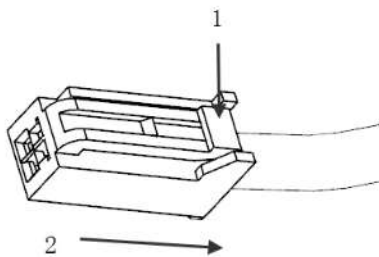

图8-1-8 防盗警示灯等接插件拆卸示意图
a. 拆卸防盗警示灯、座椅记忆开关、门灯、氛围灯接插件：如图8-1-8，用力沿箭头1方向压住卡脚，再向箭头2方向拔出线束插头。